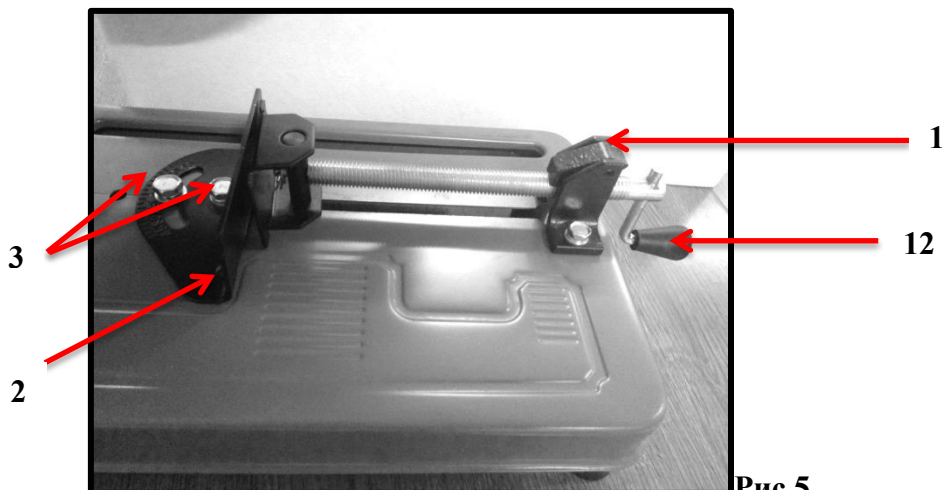

Рис.5
1. Ослабьте тиски, повернув рукоятку регулирования тисков **12** (рис.1 и рис.5) 5-6 раз против часовой стрелки.
2. Ослабьте колпачковые винты **3** (рис.5) упора с бесступенчатой установкой угла резания **2** (рис.1 или рис.5), поворачивая их против часовой стрелки с помощью прилагаемого ключа.
1. Чтобы использовать функцию быстрого освобождения, ослабьте губки тисков, повернув рукоятку регулирования тисков **12** (рис.5) 2-3 раза против часовой стрелки.
2. Поднимите вверх фиксатор освобождения тисков **1** (рис.5), чтобы освободить винт тисков.